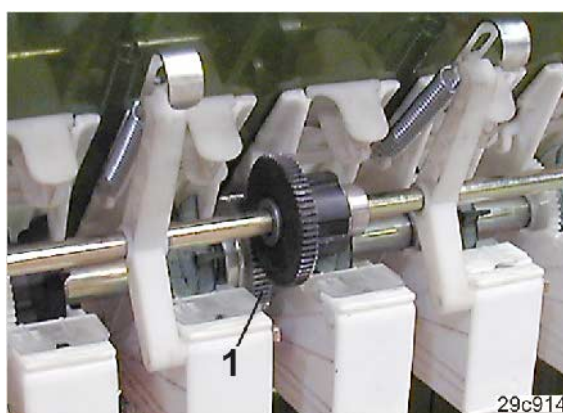

Рис. 237
1. Смонтируйте зубчатое колесо (Рис. 237/1) на высевающем валу для бобовых.